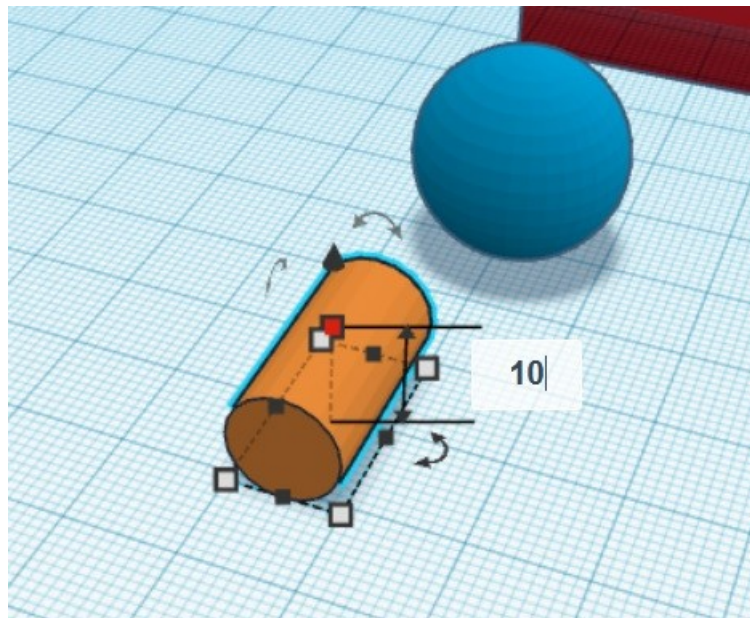

Abb. 4: Größenskalierung des Zylinders
4. Im nächsten Arbeitsschritt wird der Zylinder so skaliert, dass er deutlich schmaler als die Kugel ist. Damit der Zylinder seine Form beibehält, können in den Feldern mit den Größenwerten eigene, gleich große Werte eingegeben werden (Abb. 4).